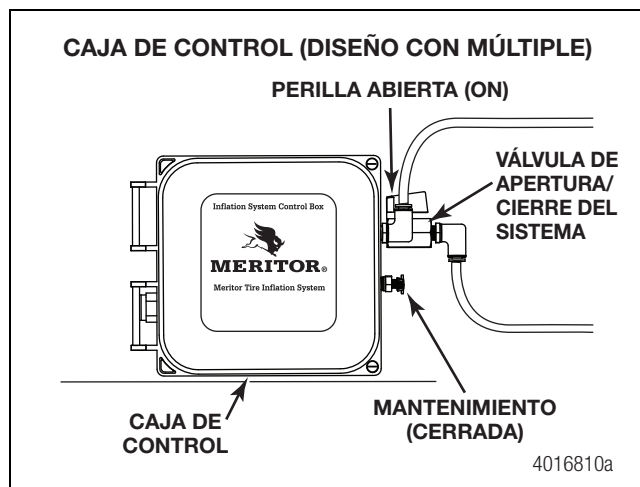

Figura 3.2
2. Compruebe que la válvula de bola del sistema esté abierta. Cuando la válvula está abierta, la perilla está alineada con el cuerpo de la válvula. Asimismo, compruebe que el grifo de purga está cerrado. Figura 3.1 y Figura 3.2.